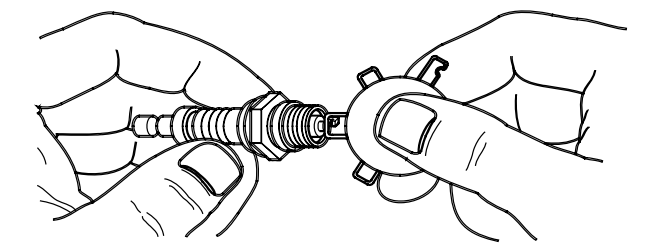

Рис. 4-5. Вимірювання зазору свічки запалювання
6. Див. Рис. 4-5. Перевірте зазор свічок запалювання дріткою товщиною. Замініть свічки запалювання, якщо вони не відповідають специфікаціям. Див Специфікації.